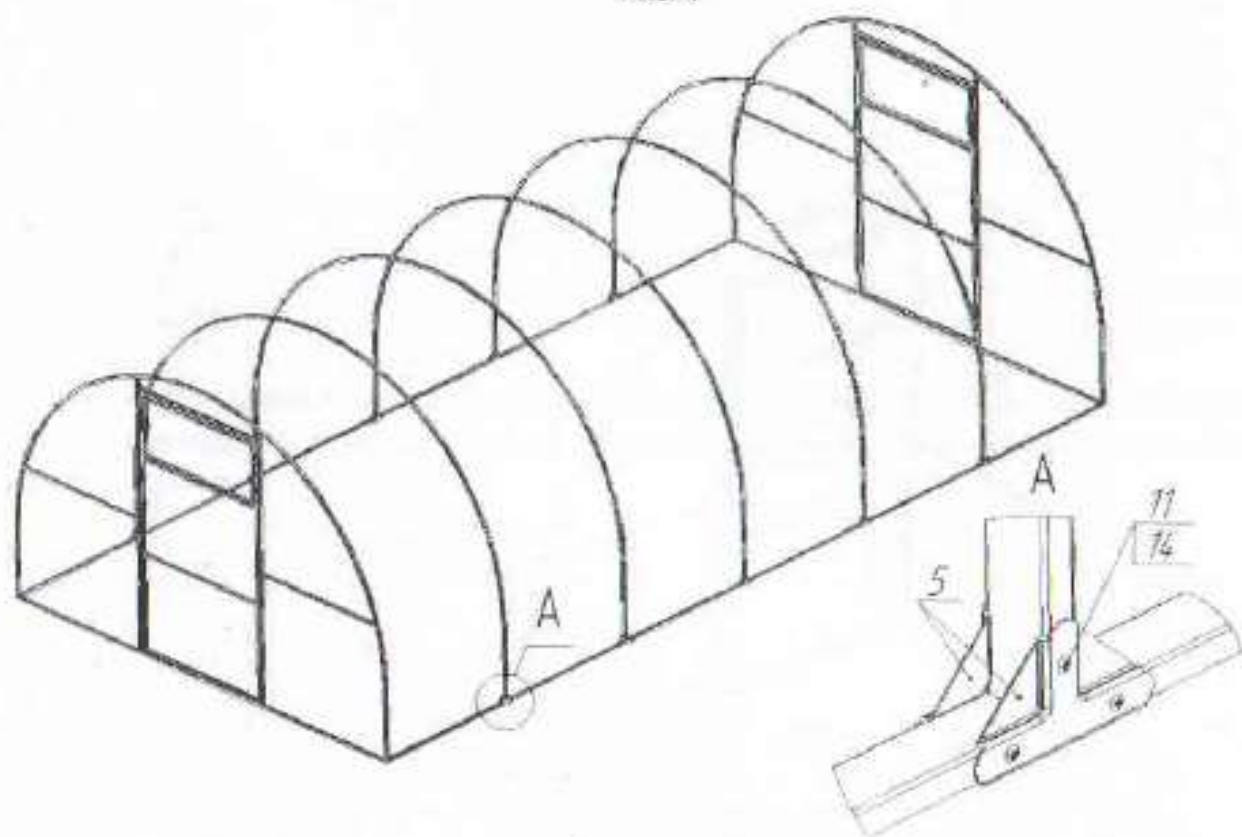

Рис. 5
6.5 Установите на место дуги (рис. 5)